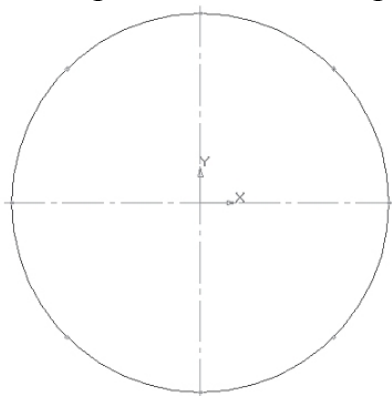

Рис. 4.2.
- розділіть коло на 8 рівних частин (початок розподілу верхня точка перетину кола і вертикальної осі симетрії) – рис. 4.2;